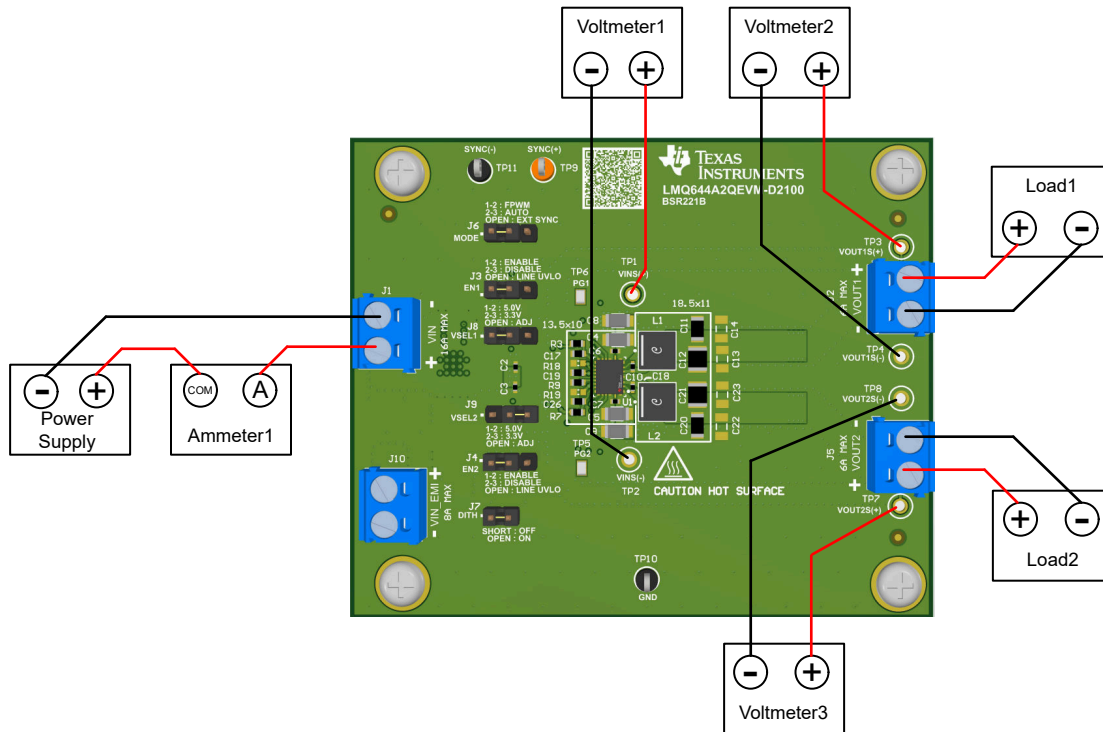

图 4-1. EVM 测试设置
- 在连接电源之前，将电源的电流限制设置为最大 0.3A，并确保将初始输出电压设置为 0V。连接到 VIN- 和电流表 1，如图 4-1 所示。
- 将负载 1 连接到 VOUT+ 和 VOUT - 连接，如图 4-1 所示。在施加输入电压之前，将负载设置为恒阻模式或恒流模式，电流为 0A。
- 将负载 2 连接到 VOUT+ 和 VOUT - 连接，如图 4-1 所示。在施加输入电压之前，将负载设置为恒阻模式或恒流模式，电流为 0A。